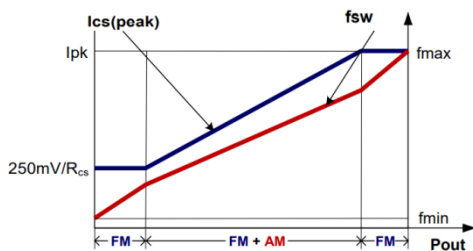

图 3
如图 3 所示，为了满足严苛的平均效率和待机功耗要求，FS6773H 采用了调幅控制 (AM) 和调频控制(FM) 结合的多模式控制技术。